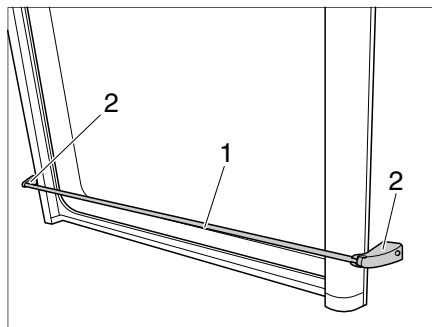

Fig. 89 Barre de protection anti-chute
- Saisir la barre de protection anti-chute (Fig. 89, 1) à proximité des deux supports (Fig. 89, 2) et tirer vers l'avant pour l'extraire.
- Clipser la barre de protection anti-chute (Fig. 89, 1) dans les deux supports (Fig. 89, 2).